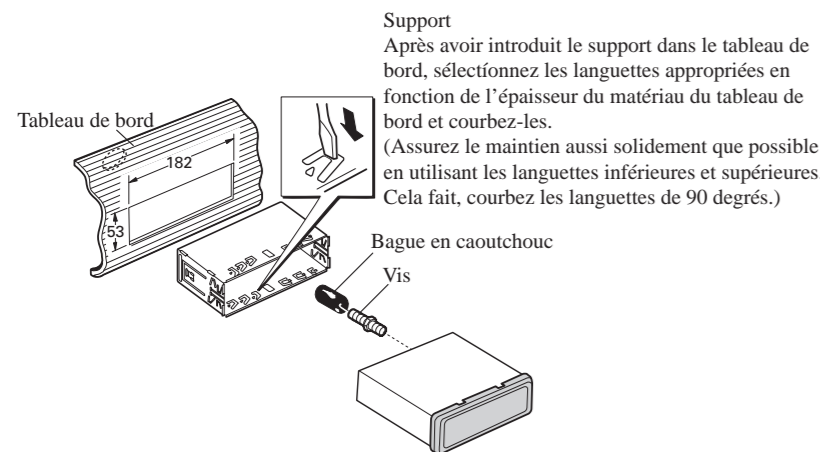

Fig. 4
**Installation avec une bague en caoutchouc (Fig. 4)**